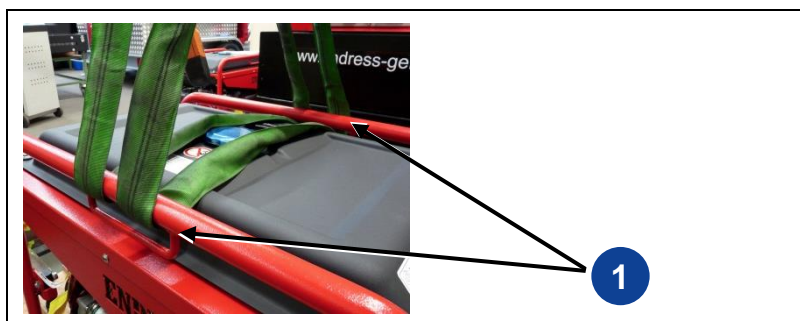

Bild 4-1: Fästa bärremmarna
Vid lastning med en lyftanordning, använd endast lämpliga hjälpmedel som kan styras genom fästena på den övre ramen (se Bild 4-1). Först då kan generatorm höjas horisontellt och säkras mot att glida åt sidan.
1. För lämplig bärrem genom den medföljande bygeln (Bild 4-1-(1)) i det övre ramområdet.